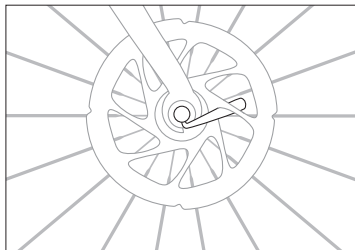

Рисунок 2.4
2. Затяните эксцентрик, убедившись, что он правильно установлен в пазах и закрыт. Если эксцентрик системы быстрого снятия не был закрыт правильно (на одной линии с нижним пером), рычаг может зацепиться за тормозной диск (рис. 2.4).